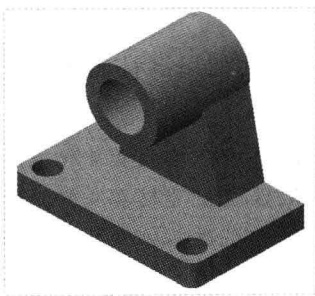

图 4-49 图形文件
Step 01 按【Ctrl+O】组合键，打开图形文件，如图 4-49 所示。